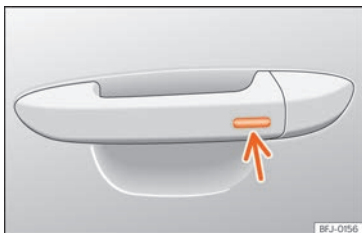

Fig. 103 Manípulo da porta: superfície sensora.
- Mantenha um dedo durante alguns segundos sobre a superfície sensora de bloqueio »» Fig. 103 (seta) do manípulo da porta para fechar o teto. Se deixar de tocar na superfície sensora, interrompe a função de fecho.